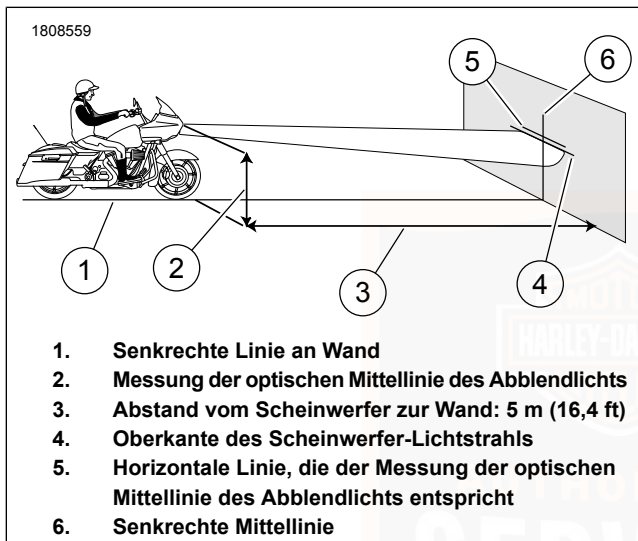

Abbildung 114. Scheinwerferausrichtung
4. Siehe Abbildung 114. Das Motorrad auf einer Linie (1) im rechten Winkel zur Wand parken.
5. Das Motorrad so aufstellen, dass die Vorderseite des Scheinwerfers einen Abstand von 5 m (16,4 ft) zur Wand (3) hat.
6. Eine vertikale Mittellinie (6) an der Wand anzeichnen, die auf die senkrechte Linie (1) ausgerichtet ist.
7. Bei beladenem Motorrad das Vorderrad gerade zur Wand ausrichten. Den Abstand vom Boden bis zur Scheinwerferblende messen und Abstand: 25 mm (1 in) von diesem Wert abziehen, um die optische Mittellinie des Abblendlichts zu ermitteln (2).
8. Eine horizontale Linie (5) durch die vertikale Linie an der Wand im gleichen Abstand (2) vom Boden wie die Mittellinie des Abblendlichts zeichnen. Eine weitere horizontale Linie (4) Abstand: 25 mm (1 in) unterhalb der horizontalen Linie (5) zeichnen.